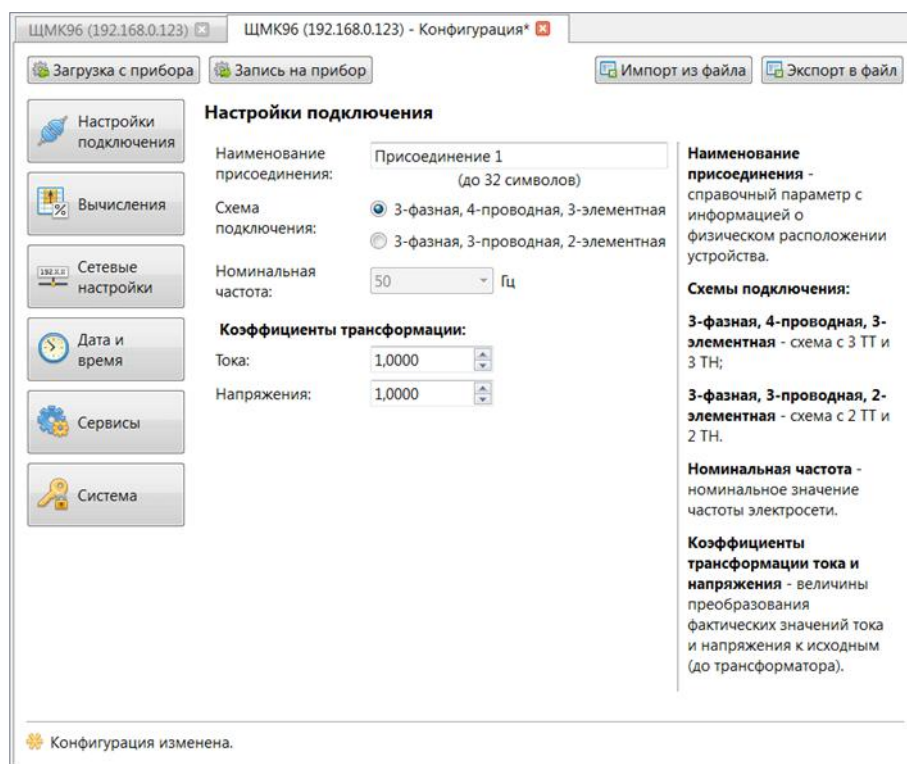

Рисунок 23 – Экранная форма «Настройки подключения»
6.5.2 Настройка измерительных входов тока и напряжения прибора (включая настройку схемы подключения и коэффициентов трансформации прибора по току и напряжению) осуществляется во вкладке «Конфигурация» соответствующего прибора на экранной форме «Настройки подключения» (см. Рисунок 23). Для перехода к указанной экранной форме следует, находясь во вкладке «Конфигурация» соответствующего прибора, нажать кнопку «Настройки подключения» в столбце кнопок в левой части области отображения основной информации главного окна программы.
6.5.3 Экранная форма «Настройки подключения» (см. Рисунок 23) включает в себя поля для задания типа используемой схемы подключения измерительного прибора по цепям тока и напряжения (трехфазная 4-х- или 3-х-проводная), номинальной частоты измеряемых сигналов тока и напряжения (см. примечание), коэффициентов трансформации по току и напряжению, а также наименования присоединения энергообъекта, на котором установлен данный измерительный прибор (в строке «Наименование присоединения»).